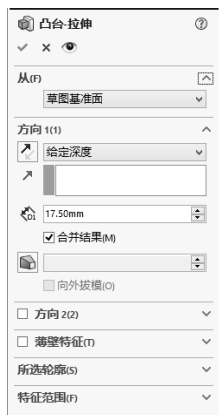
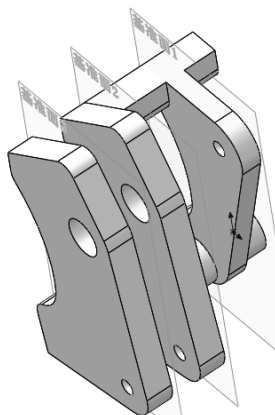

图 1-49 “凸台-拉伸”属性管理器 4
图 1-50 拉伸实体 4
**12** 拉伸实体 4。选择菜单栏中的“插入”→“凸台/基体”→“拉伸”命令，或者单击“特征”控制面板中的“拉伸凸台/基体”按钮, 此时系统弹出图 1-49 所示的“凸台-拉伸”属性管理器。设置拉伸终止条件为“给定深度”，输入拉伸距离为 17.50mm，然后单击“确定”按钮。结果如图 1-50 所示。